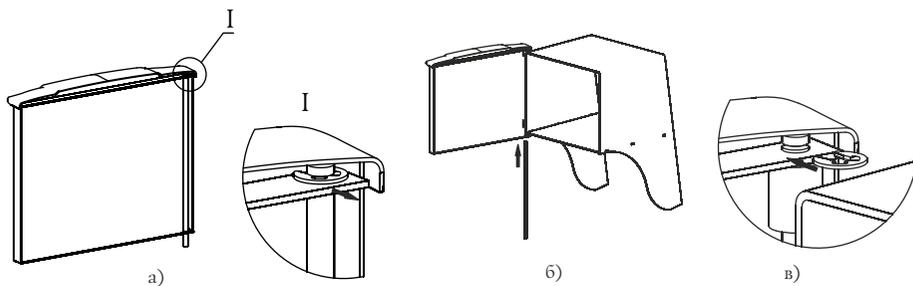

Рисунок 4. Установка дверцы при монтаже печи.
Установка дверцы на печи модели «Бирюса 2013» и производится следующим образом (рисунок 4):
1. Извлеките ось из дверцы, предварительно сняв упорную быстрьюсъемную шайбу, рисунок 4а;
3. Вставьте ось через отверстия снизу вверх, с расположением канавки под шайбу в верхней части оси, рисунок 4.б;
4. Установите упорную быстросъемную шайбу в канавку на оси, рисунок 4.в